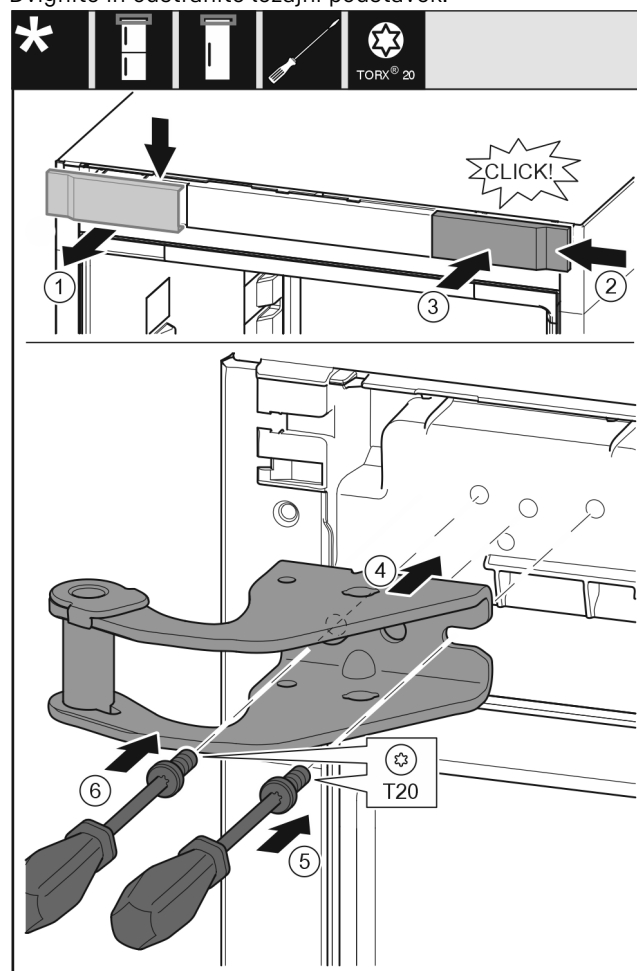

Fig. 10
- ▶ Snemite pokrov Fig. 10 (1) od zgoraj v smeri naprej.
- ▶ Pokrov Fig. 10 (2), obrnjen za 180°, namestite na drugo stran z desne strani.
- ▶ Zaskočite pokrov Fig. 10 (3).
- ▶ Pristavite zgornji ležajni podstavek Fig. 10 (4).
- ▶ Nastavite vijak Fig. 10 (5) z izvijačem in ga zategnite.
- ▶ Nastavite vijak Fig. 10 (6) z izvijačem in ga zategnite.